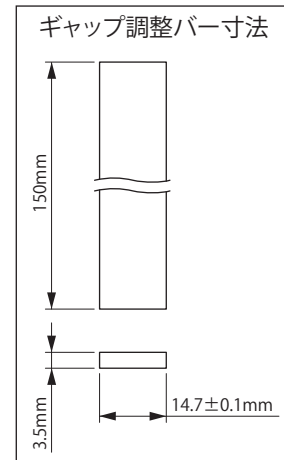

図 8-31
- (3) アウターディスク⑭とセンターリング①の間から、ギャップ調整バー (お客様で角板をご準備ください。図 8-31 参照) をギャップ調整ネジ②の溝に差し込んでください。